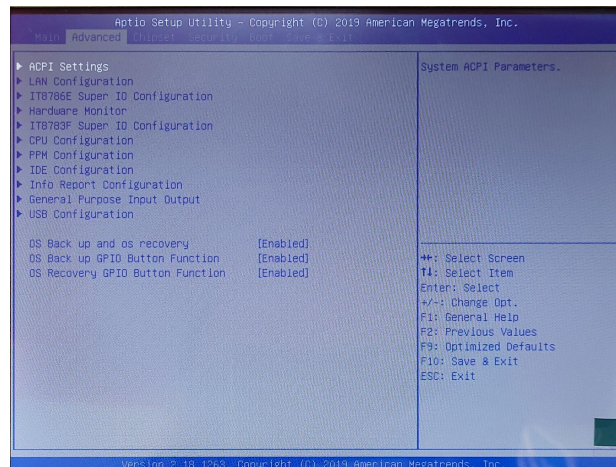

图 1 操作界面
(1) 检查工作：① 由于备份及还原操作过程中机器均不能外接存储设备，在操作之前务必先检查确认 USB 接口未连接外部存储设备，如 U 盘等，否则备份还原会出现错误；② 保证硬盘内存容量大小不小于 64G；
(2) 按电源键开机或上电开机后，连续重复按键盘上的 delete 键进入 BIOS，切换到备份操作界面（如图 1 所示）打开备份还原设置 OS Back up and os recovery，更改状态为 Enable；